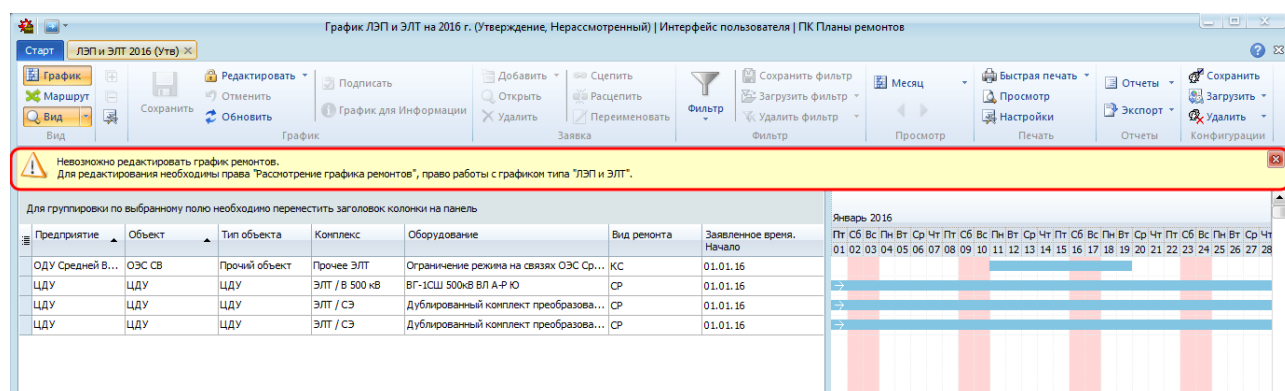

Рисунок 10.58 – Отображение информации об отсутствии прав для рассмотрения графика
- если пользователь не обладает некоторыми правами для рассмотрения графика, то при нажатии на кнопку « Редактировать» выводится предупреждающее сообщение с указанием недостающих прав (Рисунок 10.58);